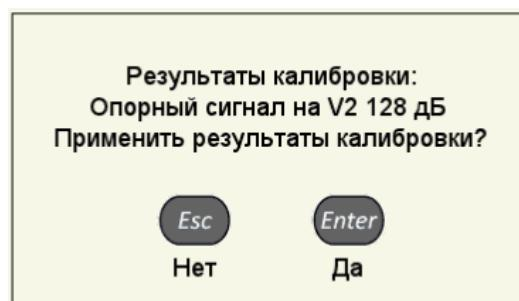

Рисунок 63
– для сохранения настроек нажать клавишу **Enter**. Откроется подтверждающее окно (рисунок 63).